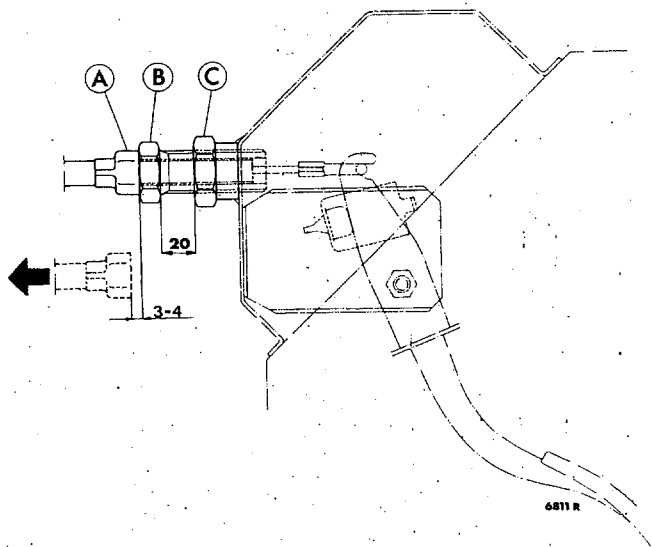

Fig 02—6. Justering av koppling
1. Lossa låsmuttern C fig 02—6.